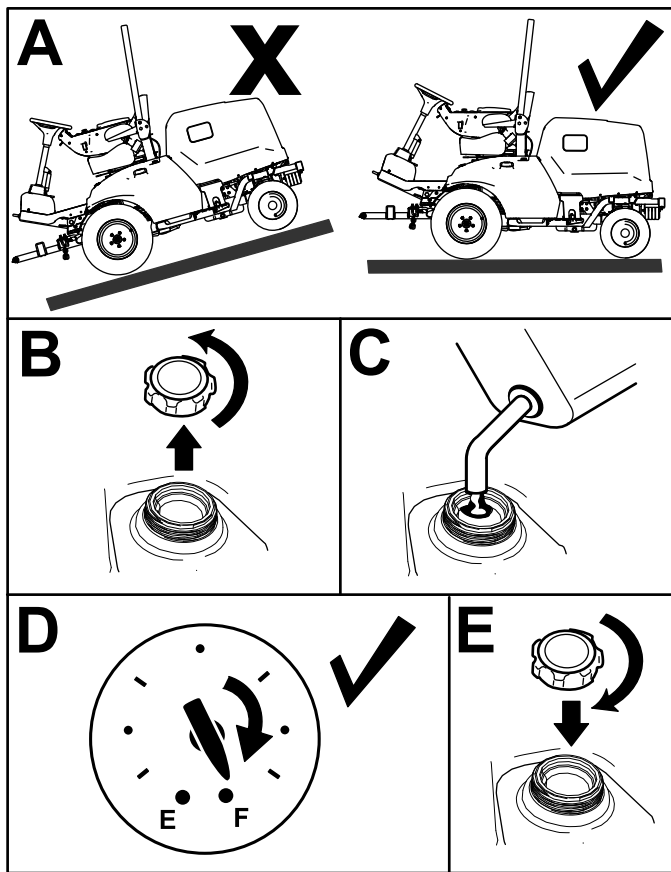

Bild 33
1. Parken Sie die Maschine auf einer ebenen Fläche (**Bild 33**), aktivieren Sie die Feststellbremse, stellen den Motor ab und ziehen den Schlüssel ab.